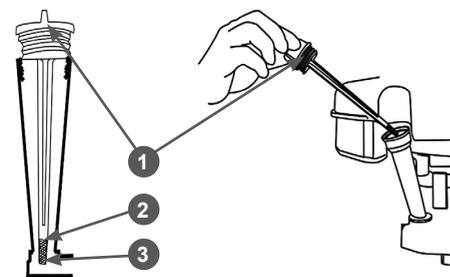

Рис. 22 Крышка-щуп маслозаливной горловины
5. Осторожно открутите крышку-щуп 1 (Рис. 22) маслозаливной горловины, протрите его насухо и отложите в сторону.
9. Установите крышку-щуп в отверстие маслозаливной горловины, не закручивая ее. Аккуратно вытащите щуп и осмотрите его. Уровень масла должен соответствовать верхней отметке 2 на щупе (Рис. 22).